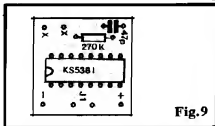

Fig. 9
- FIG. 9 - "CHAPEADO" DA MONTAGEM (MK 2) - Agora vista pelo "outro" lado (não cobreado) a plaquinha traz o posicionamento claro dos três componentes principais: Integrado, resistor e capacitor... O único ponto onde poderá ocorrer erro ou inversão, é justamente a inserção do KS5381, que deverá ser feita de modo que a extremidade marcada do componente fique voltada para o ponto mais distante das locações do resistor e capacitor... De resto, apenas a mais completa e juramentada anta "conseguirá" errar alguma coisa na montagem...! De qualquer modo, uma cuidadosa verificação final na qualidade dos pontos de solda (pelo lado cobreado) continua sendo fundamental (excesso de solda entre as ilhas destinadas às "perninhas" do Integrado podem